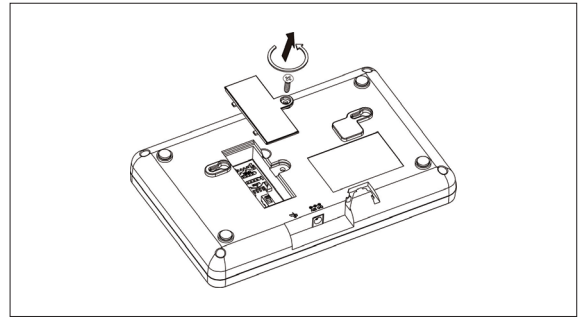

Bild 1
1. Ta bort kontrollpanelens servicelucka för SIM-kortshållaren och batteriströmbrytaren på baksidan. Bild 1.